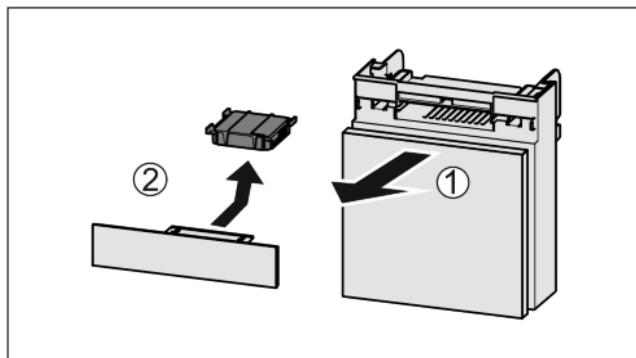

Fig. 35
- ▶ Потягніть Fig. 35 (1) відділення вперед.
- ▶ Витягнути Fig. 35 (2) фільтр з активованого вугілля.